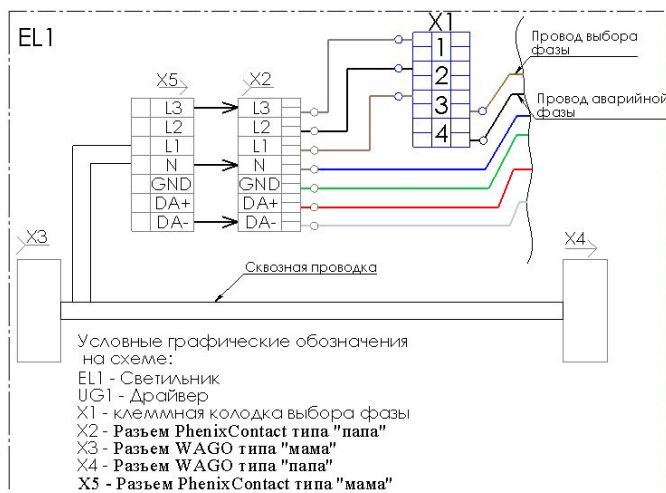
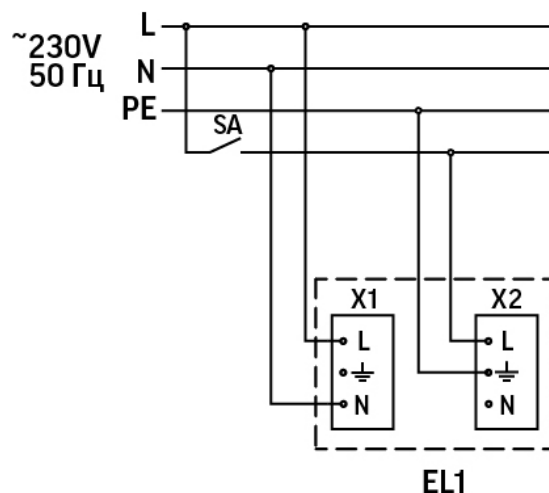

Рис.1
Рис.2
- Продеть сетевой кабель через отверстие в крышке и подключить светильник к сети согласно схеме (Рисунок 1 - подключение к 1 фазе, Рисунок 2 - подключение светильника к 3м фазам)
- Продеть сетевой кабель через отверстие в крышке и подключить светильник к сети согласно схеме (Рисунок 1 или Рисунок 2)